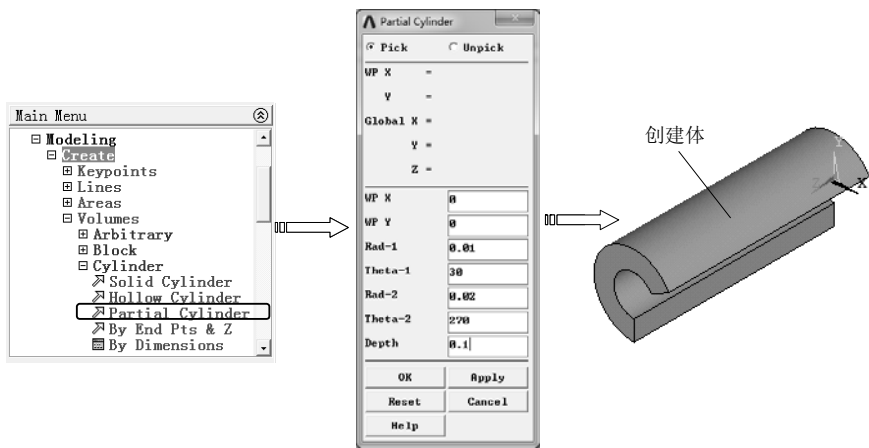

图 2-61 绘制扇形圆柱
(3) 绘制扇形圆柱 选择 “Main Menu>Preprocessor>Modeling>Create>Volumes>Cylinder>Partial Cylinder” 命令，弹出 “Partial Cylinder” 对话框，在 “WP X” 和 “WP Y” 文本框中输入底面中心X、Y坐标，在 “Rad-1” 和 “Rad-2” 文本框中分别输入圆柱的内、外半径，在 “Theta-1” 和 “Theta-2” 文本框中分别输入圆柱截面的起止角度，在 “Depth” 文本框中输入高度，然后单击 “OK” 按钮创建圆柱体，如图2-61所示。